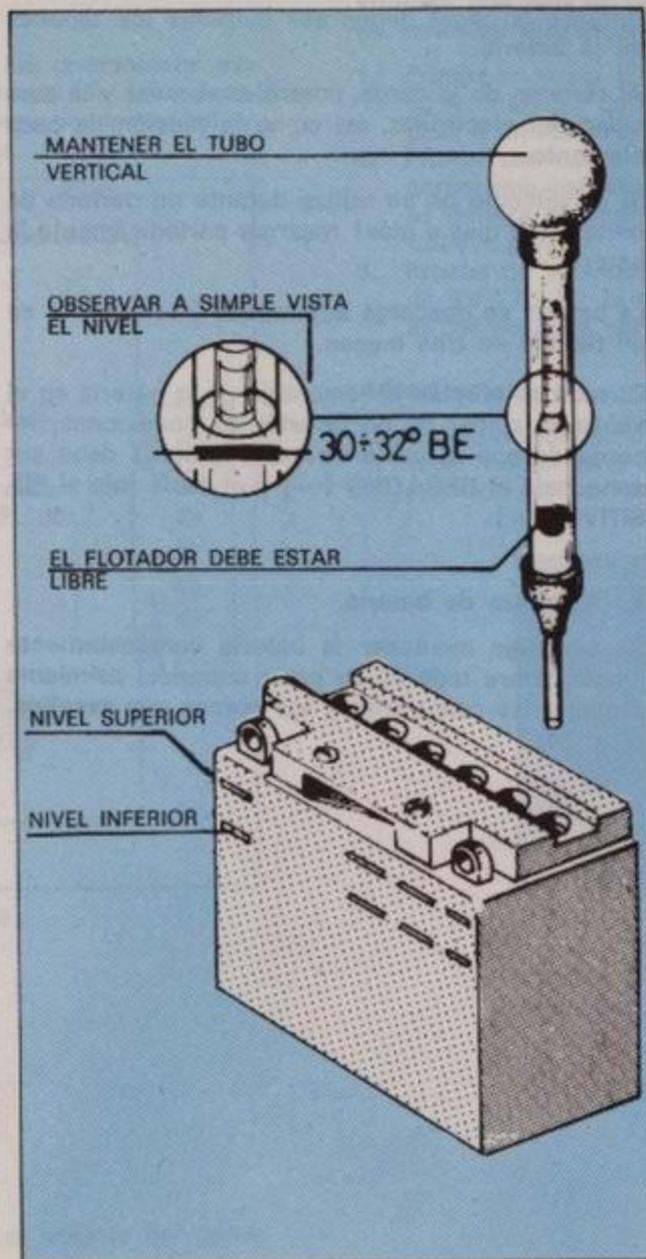

Fig. 32 E
(Fig. 32 E)
1. Quitar la cinta adhesiva y los tapones, llenar los elementos con ácido sulfúrico de calidad adecuada para acumuladores, de peso específico $1,26 \div 30^\circ \text{Be}$, a una temperatura no inferior a 15°C hasta el nivel superior (Fig. 32 E).
El nivel del electrólito, que debe ser controlado frecuentemente, debe rozar justamente el nivel superior (Fig. 32 E). Para restablecer el nivel emplear agua destilada.